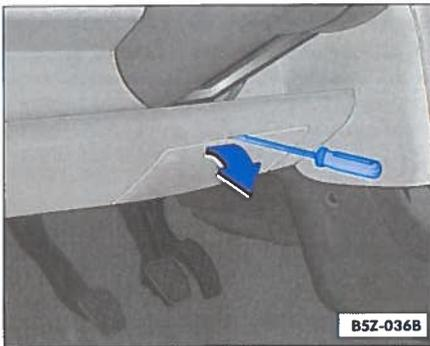

Abb. 111 Links in der Instrumententafel: Sicherungskasten
Der Sicherungskasten in der Instrumententafel befindet sich hinter einer Abdeckung => Abb. 111.
- Hebeln Sie die Abdeckung vorsichtig mit Hilfe eines Schraubendrehers ab => Abb. 111.